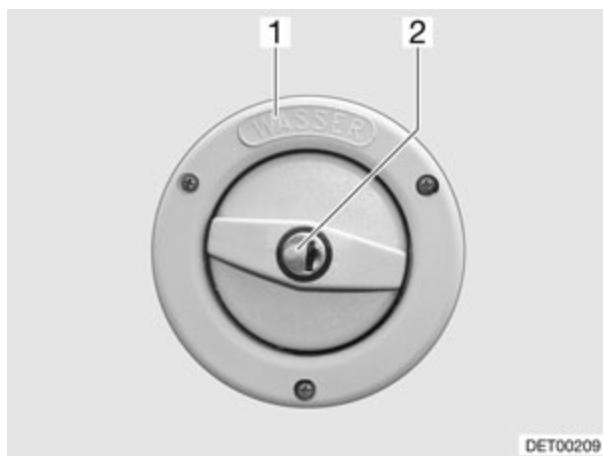

Fig. 130 Tapa de cierre del tubo de llenado de agua potable
El tubo de llenado de agua potable está identificado con el rótulo "WASSER" (agua) (Fig. 130,1). La tapa de cierre se abre y cierra con la llave para las cerraduras de trampa exteriores.
- Introducir la llave en el cilindro de cierre (Fig. 130,2) y girar en sentido contrario a las agujas del reloj.
- Abrir el tubo de llenado de agua potable (Fig. 130).